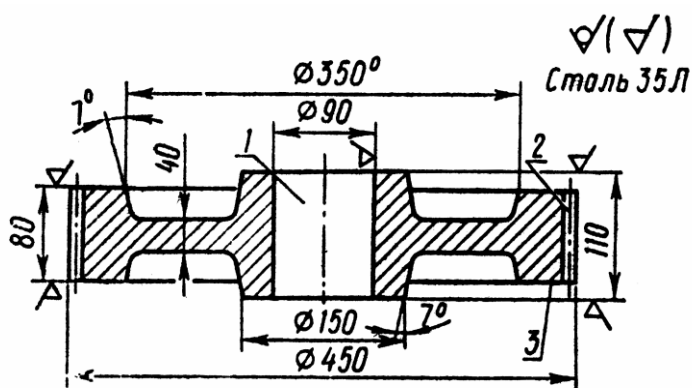

Рисунок 1. Зубчатое колесо. Сталь 35Л.
3. По эскизу детали (рис. 1) разработайте эскиз штамповки с указанием припусков, штамп в разрезе. Рассчитайте массу заготовки и опишите процесс объемной открытой штамповки.